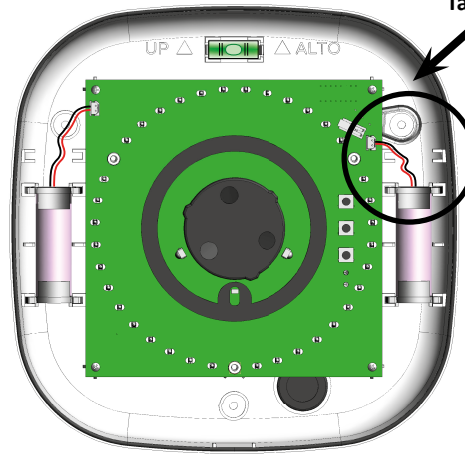

Fig. 2
- Posizionare la sirena sulla parete. Porre attenzione alla parte con funzione antistrappo che non si stacchi dal resto del contenitore (Fig. 2).
- Position the siren on the wall. Take care that the tear-proof part does not detach from the rest of the housing (Fig. 2).
- Positionnez la sirène sur le mur. Veillez à ce que la partie indéchirable ne se détache pas du reste du boîtier (Fig. 2).